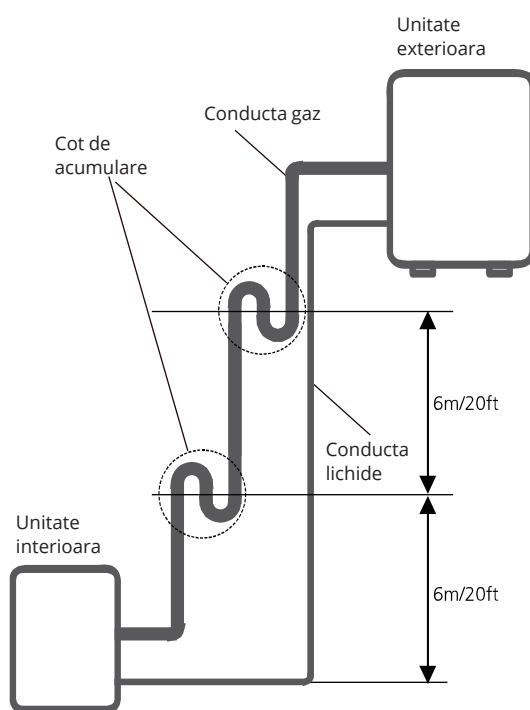

Fig. 7.3
- Se recomandă ca aspiratoarele să nu fie montate invers. Nivelul optim de retur al uleiului trebuie menținut cu ajutorul vitezei de aspirare a gazului. Dacă vitezele scad sub 7.62m/s(1500 picioare/m), returul va scădea. Instalați coturile la fiecare 6m (20 picioare) (Vezi Fig 7.3)